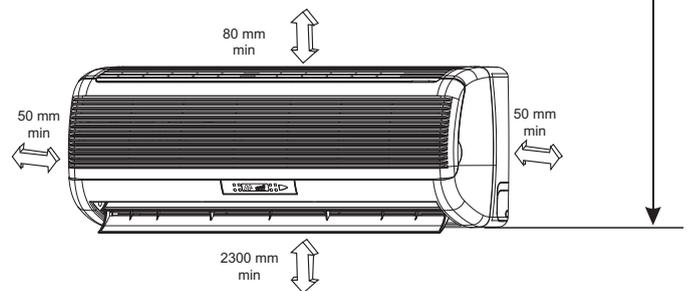

Fig 5
1. La posizione deve permettere l'assistenza facile e fornire la buona circolazione d'aria come indicate in figure 5.